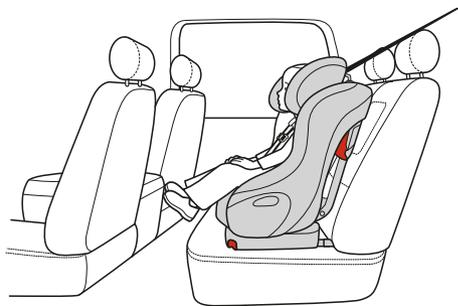

Figura 3
- La parte superior de las orejas del niño DEBE quedar debajo de la parte superior del apoyacabezas del asiento, tal como se ilustra en la **Figura 3**. Si la parte superior de las orejas del menor sobrepasa la parte superior del apoyacabezas del asiento del vehículo en la posición de ajuste más alta, entonces el niño es demasiado grande para usar este asiento.